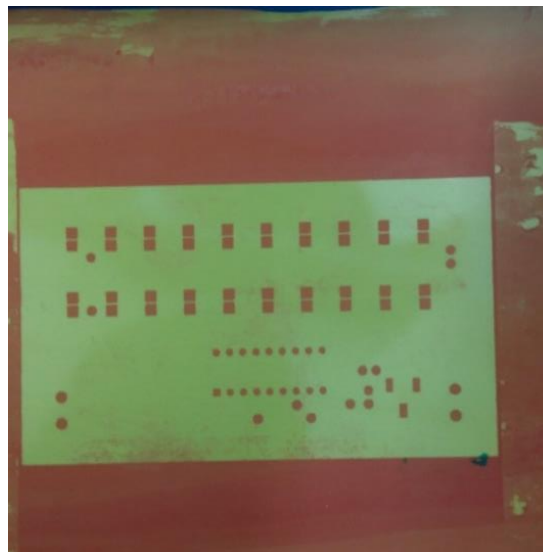

Figura 37. Antisolder o pads impresos en la tela del bastidor.
- Tener el arte impreso en la tela del bastidor ver Figura 37.